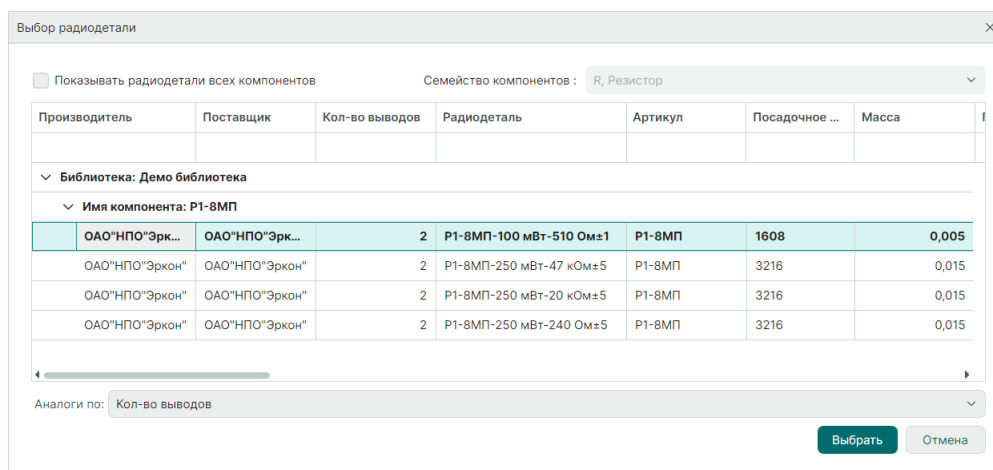

Рис. 101 Выбор радиодетали
3. Выберите радиодеталь в окне «Выбор радиодетали», см. Рис. 101.